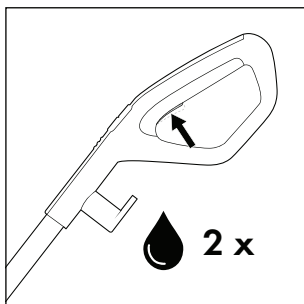
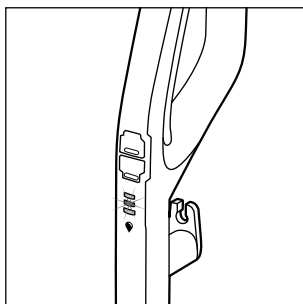

Fig. 18
Fig. 19
- ◆ Înainte de fiecare utilizare, apăsați de două ori scurt comutatorul pentru soluția de curățare  **15** pentru a activa funcția de pulverizare permanentă și pentru a pregăti de utilizare rola perie **6** cu soluția de curățare (a se vedea fig. 18). Afișajul soluției de curățare  **12** clipește albastru alternativ atunci când funcția de pulverizare permanentă este activată sau când comutatorul pentru soluția de curățare  **15** este ținut apăsat (a se vedea fig. 19).